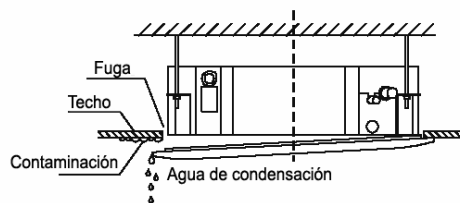

**Figura 11**
- a. Alinee correctamente el motor de oscilación del panel con las juntas de las tuberías del cuerpo. (Vea la figura 11)
- d. Ajuste ligeramente el panel en la dirección de la flecha de la figura 11 (4) para adaptar su centro al centro de la abertura del techo. Asegúrese de que los ganchos de las cuatro esquinas están bien sujetos.